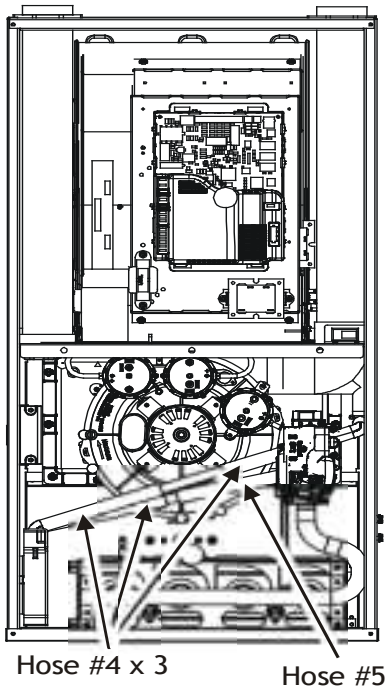

Figure 28
**DRAIN EXITING LEFT SIDE (SEE FIGURE 28)**